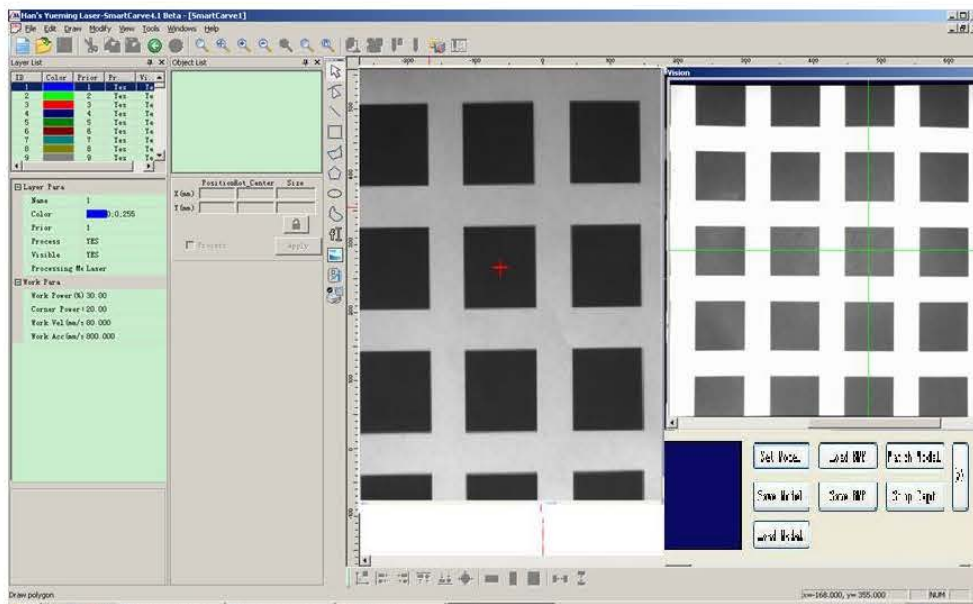

Fig. 3-46
- b) Use as ferramentas Zoom in e Pan na barra de ferramenta para ajustar o padrão do modelo na interface do programa principal para o estado mais apropriado. Nesse momento, você pode ver que o ponto central do retângulo preto no centro tem um cruz vermelha, que é a posição do gráfico do modelo, como na Fig. 3-46: